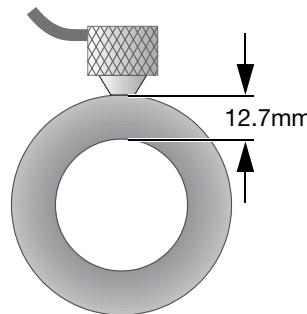

図 5-11 二振動子型探触子を接触させる場合
- 適度な圧力で、探触子の先端を試験体の表面に接触させ、試験体の表面上で探触子をできるだけ垂直に当てます（65 ページの図 5-11 を参照）。